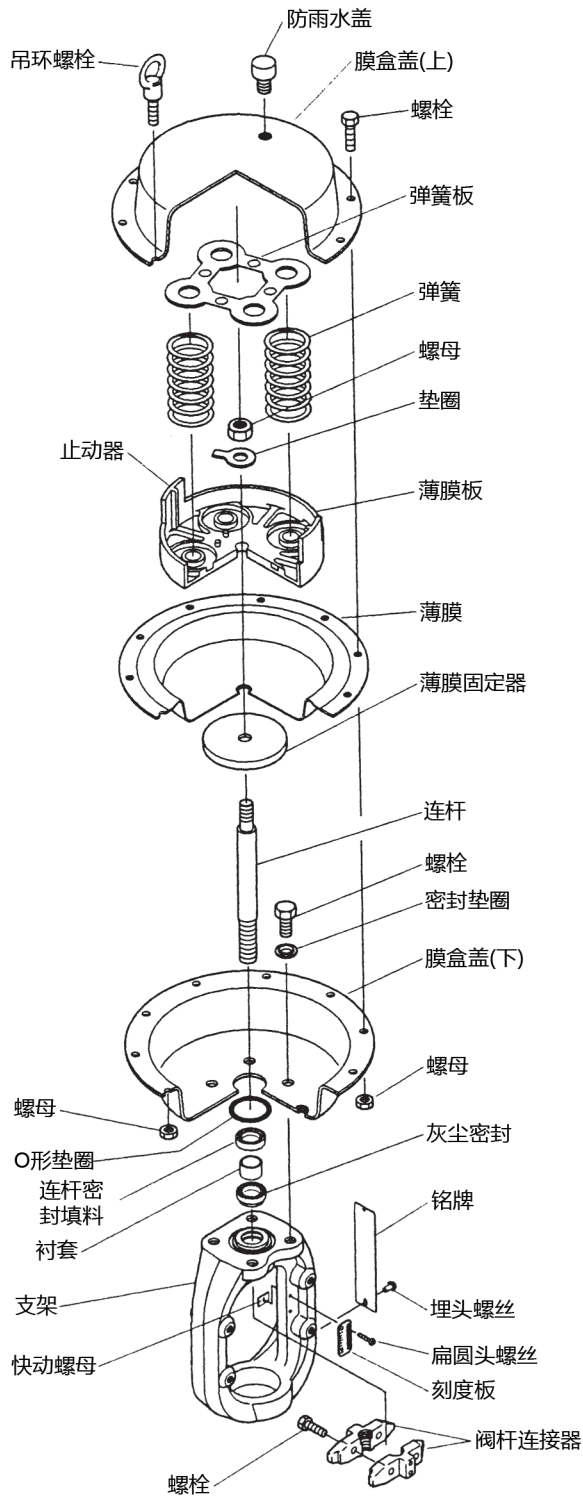

图 4-5 反作用型 (PSA1R、PSA2R)
B. 反作用型 (参见图 4-5 或 4-6)
- 请参考图 4-5 和 4-6。
— 请按照正确的方向安装连杆的密封填料和灰尘密封圈。请参考图 4-5 和 4-6。